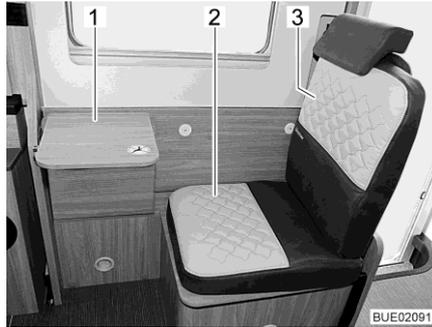
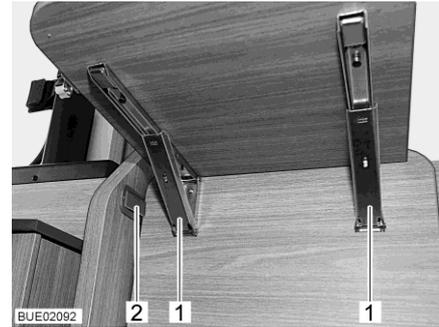

Bild 27 Zusätzlicher Sitz mit Klapp-tisch
Bild 28 Rasten am Klapp-tisch
- Das beiliegende Sitzpolster (Bild 27,2) und das Rückenpolster (Bild 27,3) anbringen.
- Vorderen Teil der Längssitzbank nach oben schwenken, bis er an der Kunststofffraste (Bild 28,2) einrastet.
- Tischplatte nach unten klappen: Beide Rasten (Bild 28,1) entriegeln und Tischplatte (Bild 27,1) nach unten schwenken.